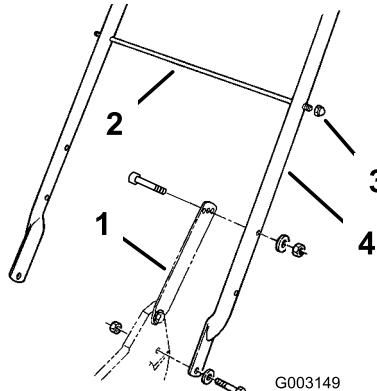

Figura 3
1. Fije el manillar al exterior de la carcasa del cortacésped (usando el taladro inferior) con 2 pernos (5/16 x 1-1/4 pulgadas), arandelas y contratuerzas finas (5/16 pulgada) (Figura 3).
2. Fije los cierres del manillar al manillar con dos pernos (5/16 x 1-1/2 pulgadas), arandelas, y contratuercas (5/16 pulgada) (Figura 3).
lado del manillar y fije cada extremo con una contratuerca de caperuza (Figura 3).